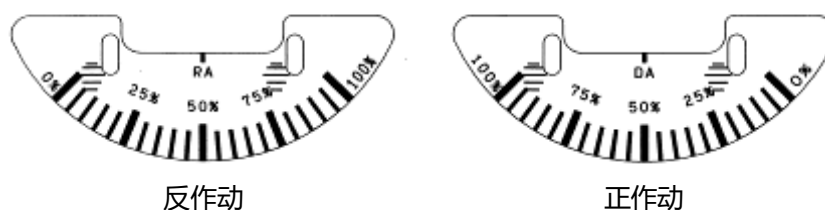

图24 刻度盘
- (1) 定位器的零点、量程调节校对后，根据动作方向确定使用刻度盘的DA面还是RA面(参考图24)。